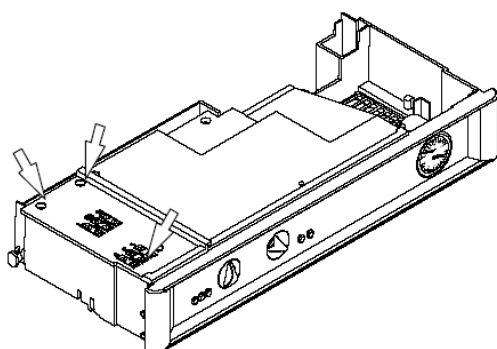

рис. 7.4.
5. Ослабьте шурупы и снимите защитную крышку колодки (рис.7.4.)